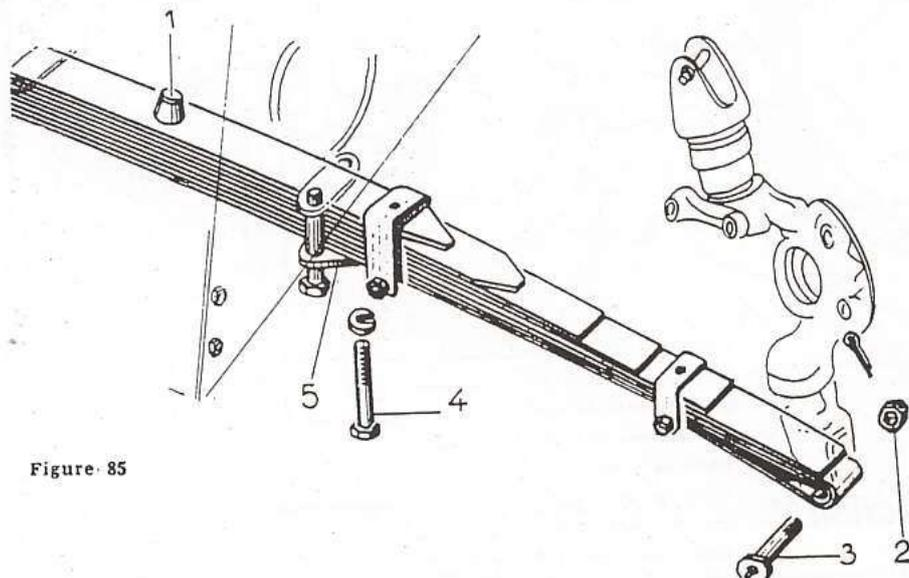

Figure 85
- Déposer les goupilles droite et gauche, les écrous (2) (fig. 85) et les axes (3) du ressort inférieur.
- S'aider d'un cric, si nécessaire, en soulageant le ressort inférieur pour dégager, des mains inférieures des pivots, les axes (3).
- Débloquer au maximum les deux vis (4) se trouvant vers l'avant de la voiture, puis déposer les deux autres vis (4).